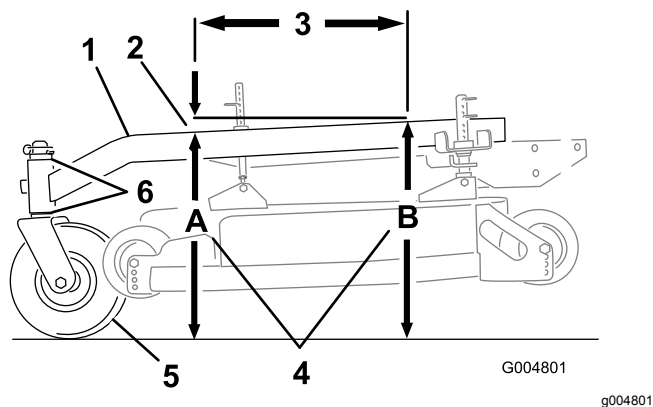

Рисунок 56
Высота наклона несущей рамы должна составлять от 3 до 9 мм в конечной точке отрезка 61 см на несущей раме (Рисунок 56).
1. Отмерьте длину 61 см на несущей раме (Рисунок 56).
2. Измерьте высоту несущей рамы в точке А (Рисунок 56).
3. Измерьте высоту несущей рамы в точке В (Рисунок 56).
4. Высота в точке А должна быть на 3–10 мм меньше высоты в точке В (Рисунок 56).
поворотных колес, чтобы получить высоту наклона в пределах 3–10 мм (Рисунок 56).